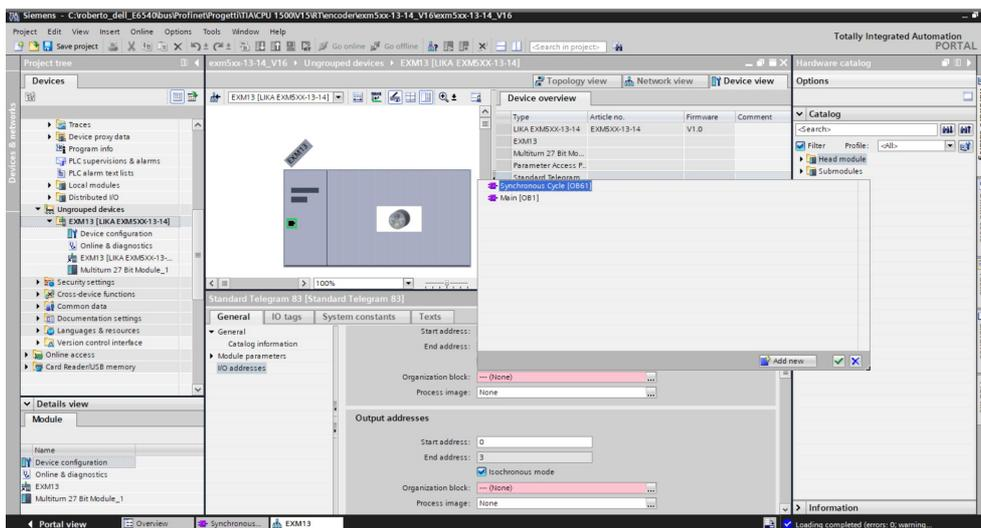

Figura 54 - Impostazione del Ciclo Sincrono (Synchronous Cycle) [OB61]
18. al termine dell'operazione saranno impostati gli indirizzi I/O del telegramma standard come mostrato nella seguente Figura 54;